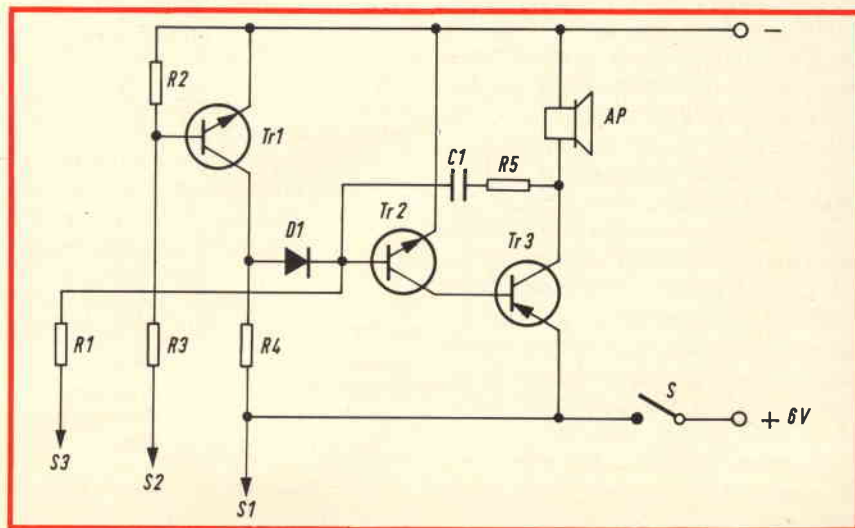

Fig. 1 - Schema elettrico del dispositivo di controllo e di allarme per livello di liquidi conduttori.
**I**l dispositivo è costituito da un multivibratore astabile generatore di frequenza fonica, da un interruttore elettronico, e dalle sonde S1 - S2 - S3 - fig. 1.